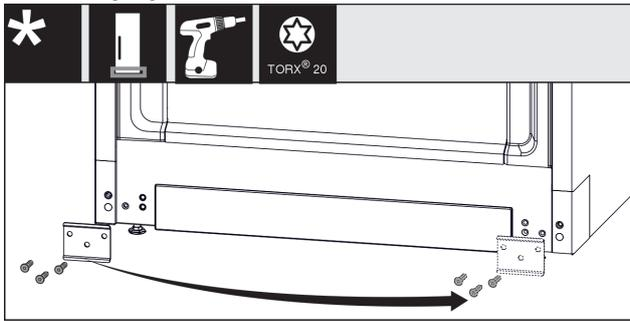

Fig. 19
- ▶ Blech Fig. 19 (1) abschrauben, auf die andere Seite umsetzen und wieder anschrauben.